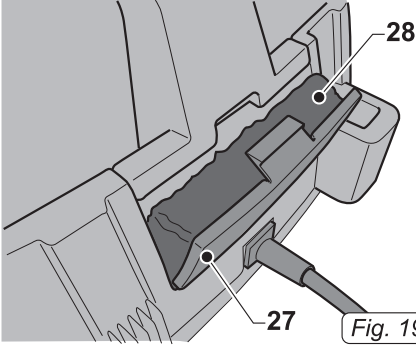

Fig. 19
- Quite la esponja del filtro (28 Fig. 19) del marco (27 Fig. 19) y limpiarla con chorro de aire.